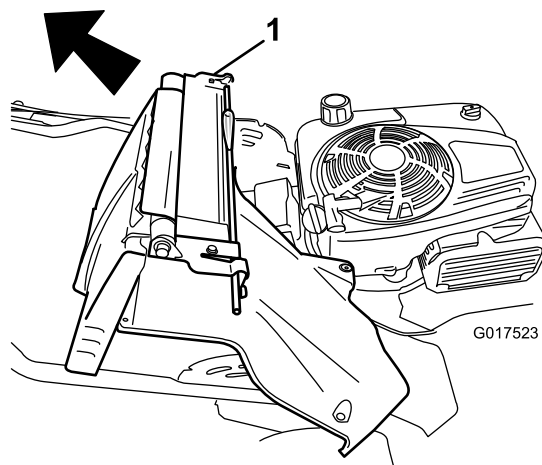

Bild 36
7. Entfernen Sie das Heckablenkblech und den Bügelarretierungsgriff (Bild 36).